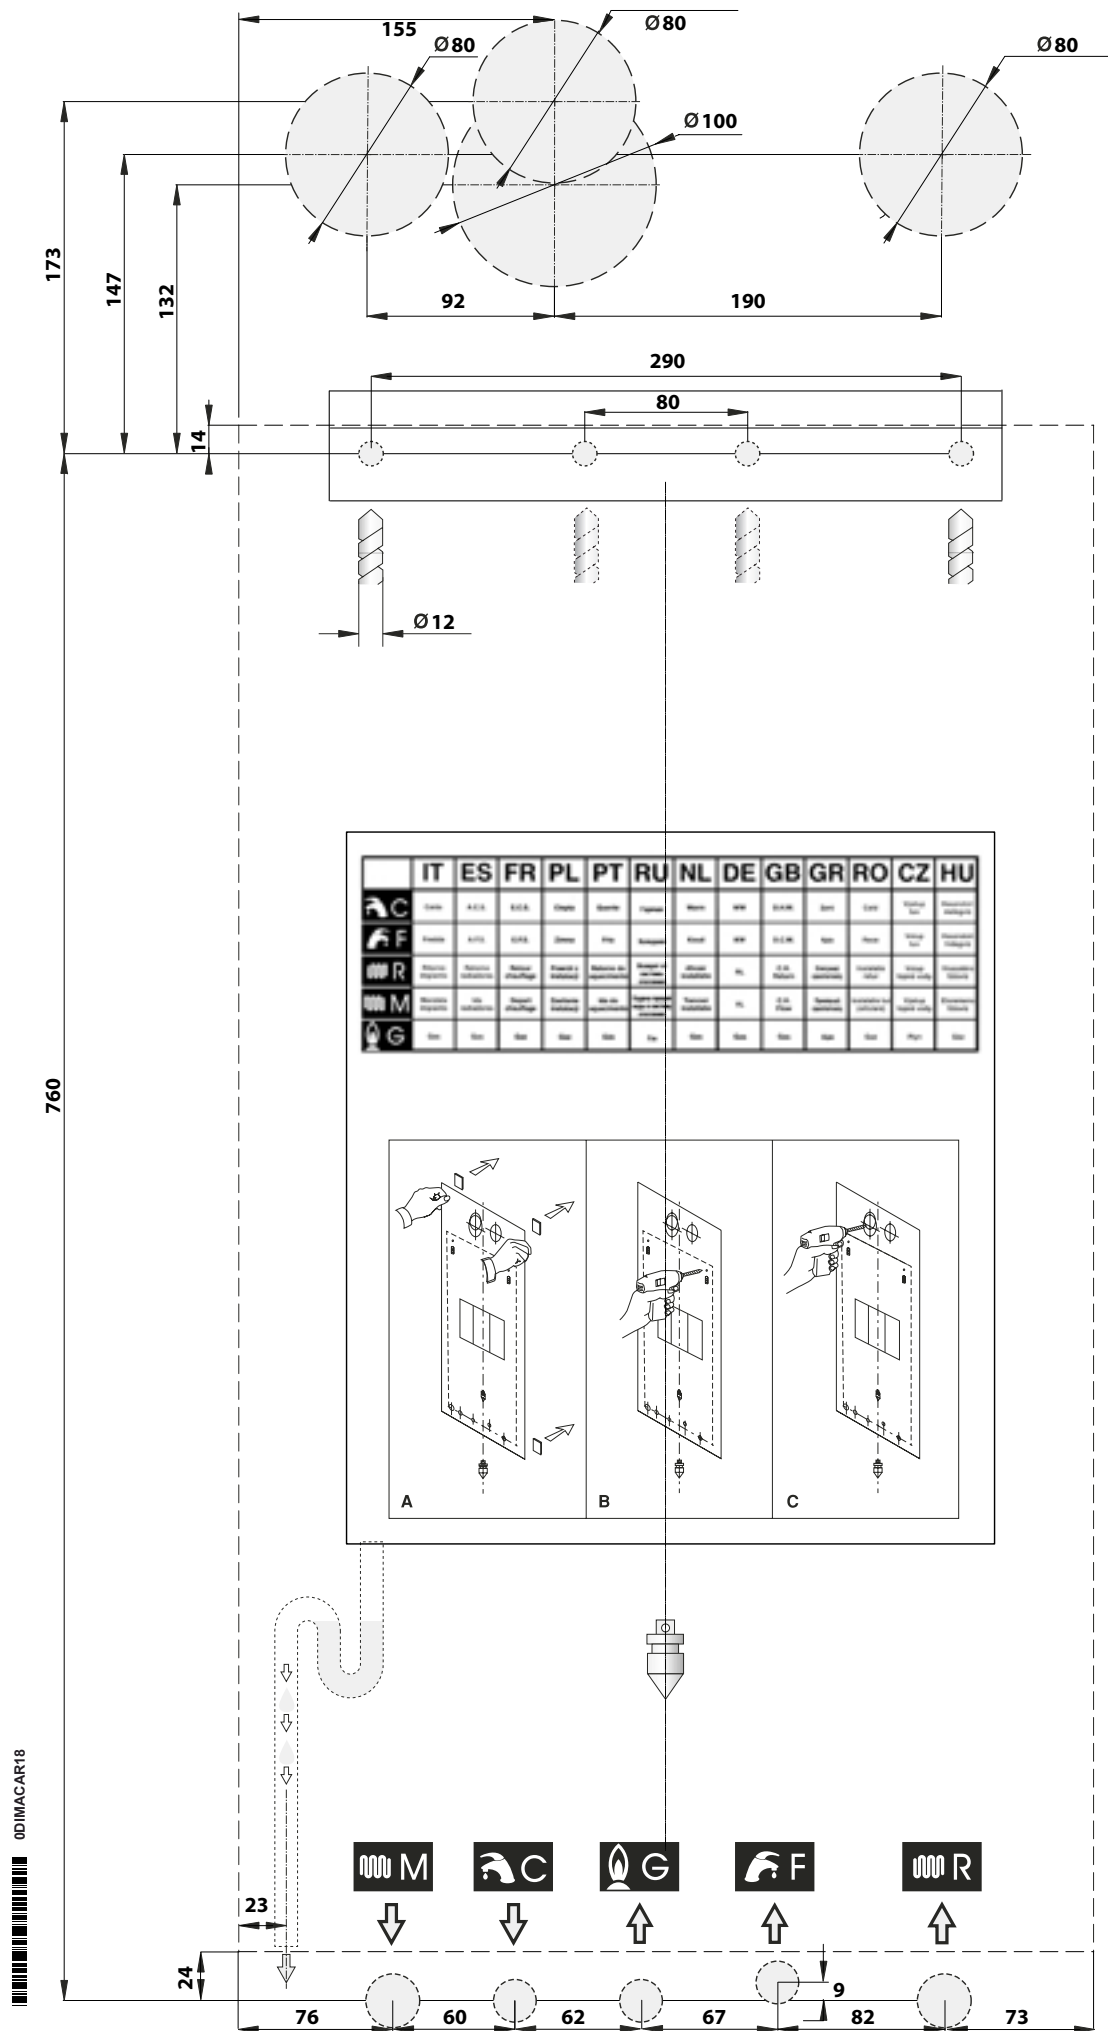

fig. 5
- d) la dima di fissaggio della caldaia al muro (fig. 5);
Ogni apparecchio è corredato di un'apposita dima in carta contenuta nell'imballo (fig. 5),
- fissare la dima (fig. 5) alla parete;
- posizionare i raccordi per l'allacciamento della conduttura di alimentazione del gas (G), della conduttura di alimentazione dell'acqua fredda (F), dell'uscita acqua calda (C), della mandata riscaldamento (M) e del ritorno riscaldamento (R) in corrispondenza degli stessi punti sulla dima (parte inferiore);